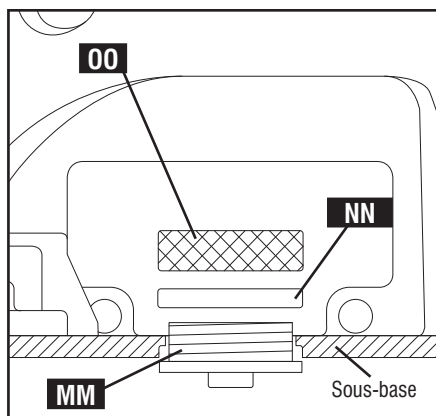

Fig. C20
Lors de l'installation du guide de gabarit (MM) Fig. C20, s'assurer d'enfiler le joint torique (NN) sur le guide de gabarit avant de fixer le contre-écrou (OO). En cours d'utilisation, le joint torique aide à fixer solidement le contre-écrou du guide de gabarit. Si le contre-écrou se desserre, l'assemblage ainsi fait ne sera pas bien ajusté.